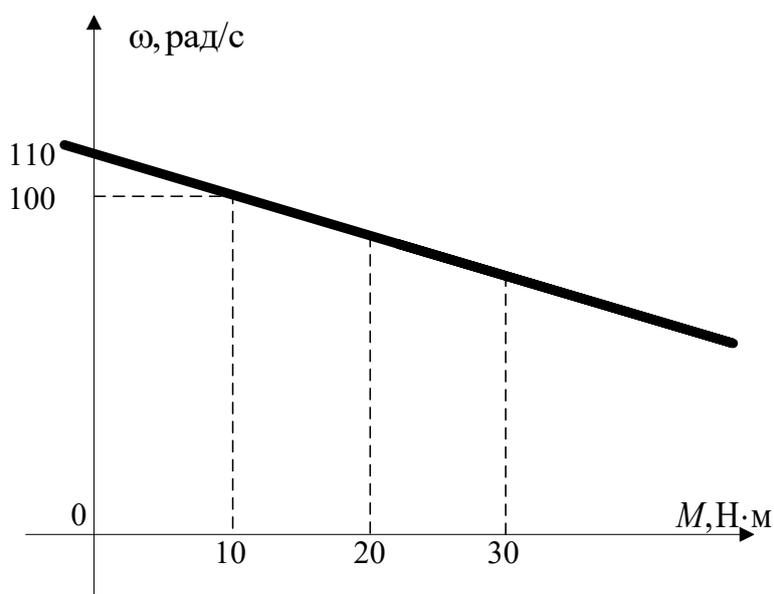

Рис. 2.2. Электромеханическая характеристика ДПТ НВ
12. Определите внутреннее сопротивление якорной цепи ДПТ НВ, если известно, что электромеханическая характеристика, приведенная на рис. 2.2, снята при напряжении $U_{я.н.} = 110$ В.